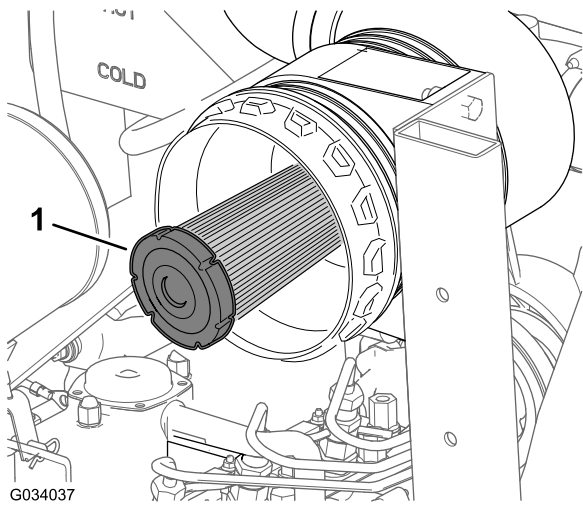

Figure 47
2. Vérifiez que l'élément de sécurité ne présente pas de dépôts de poussière ou débris (Figure 47).
Important: N'essayez jamais de nettoyer l'élément de sécurité (Figure 47). Remplacez l'élément filtrant de sécurité une fois sur trois, quand vous effectuez l'entretien du préfiltre.